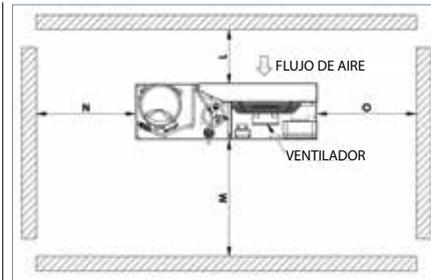

Figura 1: Distancias mínimas de montaje
- Asegúrese de que haya suficiente espacio alrededor de la unidad para la circulación del aire y la apertura de las puertas. Consulte la figura 1 para conocer los valores mínimos de distancia a las paredes.